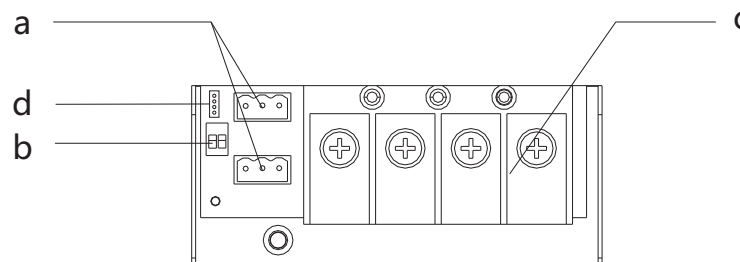

图4-8
拨码开关位置(如图4-8)：
- 2) 再取下RS 485防水头(图4-8中E);